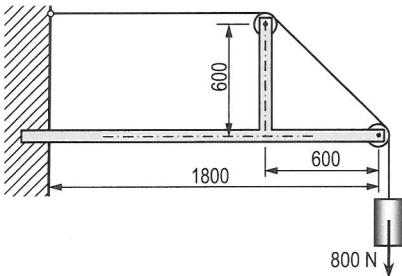

Bild 9.22: Tragwerk
4. Waagerechter Balken des Tragwerkes (**Bild 9.22**).